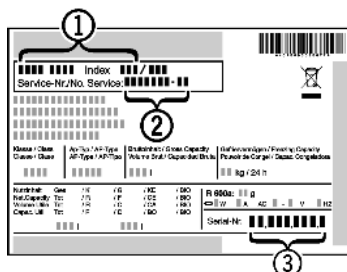

Fig. 15
- Označení přístroje Fig. 15 (1), servisní číslo Fig. 15 (2) a sériové číslo Fig. 15 (3) naleznete na typovém štítku. Identifikační typový štítek je umístěn na levé vnitřní stěně přístroje.
- Informujte zákaznický servis a sdělte poruchu, označení přístroje Fig. 15 (1), servisní číslo Fig. 15 (2) a sériové číslo Fig. 15 (3).